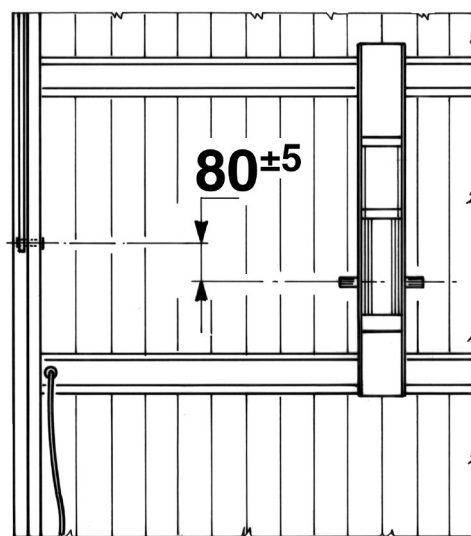

Fig. 6
- Il LONGHERONE dell'ECOPESE S va fissato in centro perfetto al telo mobile. Posizionare l'ECOPESE S sfruttando le asole presenti sul longerone. L'ECOPESE S deve rispettare la distanza di 80 ± 5 mm tra l'asse del perno del braccetto originale della basculante e il centro albero dell'elettroiduttore (vedere Fig. 6).